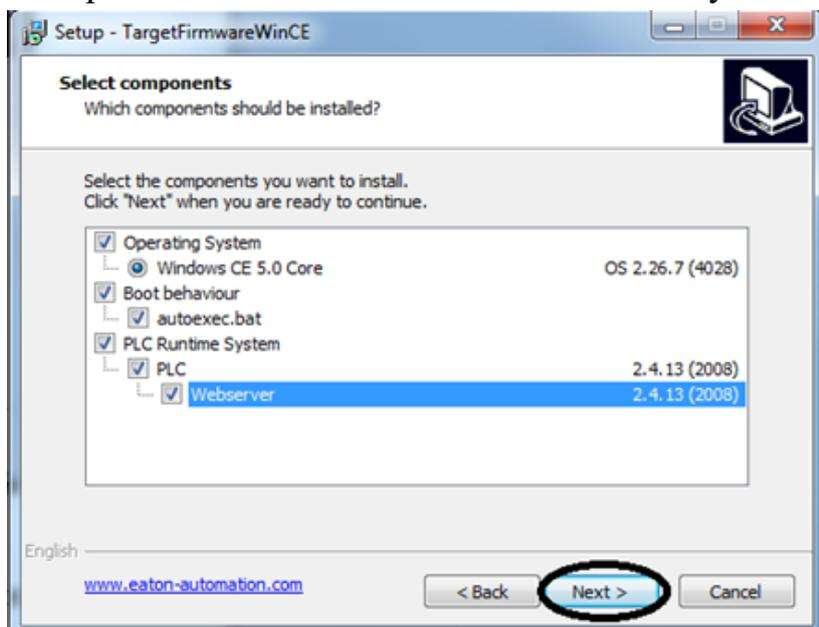

Рис. 118. Выбор устанавливаемых компонентов
13. Далее происходит выбор устанавливаемых компонентов. Выберите все компоненты и нажмите кнопку *Next* (рис. 118).